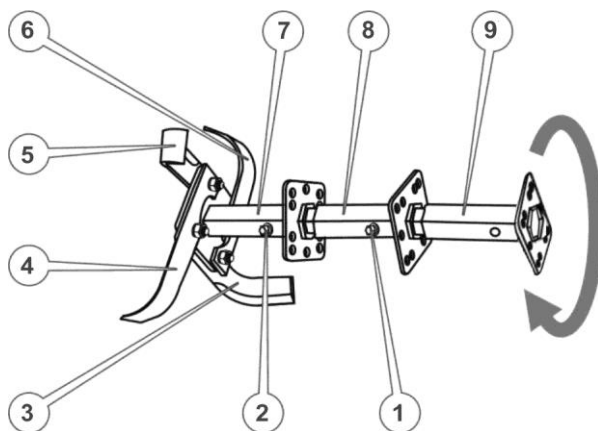
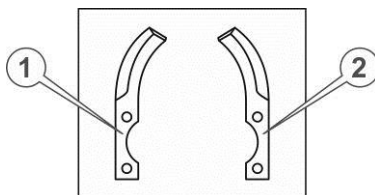

Рисунок 5. Грунтофреза
Рисунок 6. Ножи ґрунтофрези
1. Вставити додаткову маточину ротора в шестигранний отвір основної маточини та зафіксувати, щоб уникнути можливого осьового зсуву, пальцем із шпільтом (див. рис. 5.)
2. Взяти з комплекту ґрунтофрези по одному лівому і правому ножу (див. рис. 6.)
3. Прикласти ножі (наприклад поз. 1 та поз. 2 див. рис. 6 .) до кріпильного квадрата маточини уздовж двох суміжних сторін цього квадрата таким чином, щоб квадрат опинився всередині загинів ножів, загострені частини ножів були направлені в напрямку обертання (як зазначено стрілкою на рис. 5.), кріпильні отвори ножів збіглися з отворами квадрата, при цьому кінцевий отвір одного ножа (поз. 3) збігся із серединним отвором іншого ножа (поз. 4). Утримуючи ножі в такому положенні, вставити в отвір кріпильний палець та зафіксувати шплінтом.